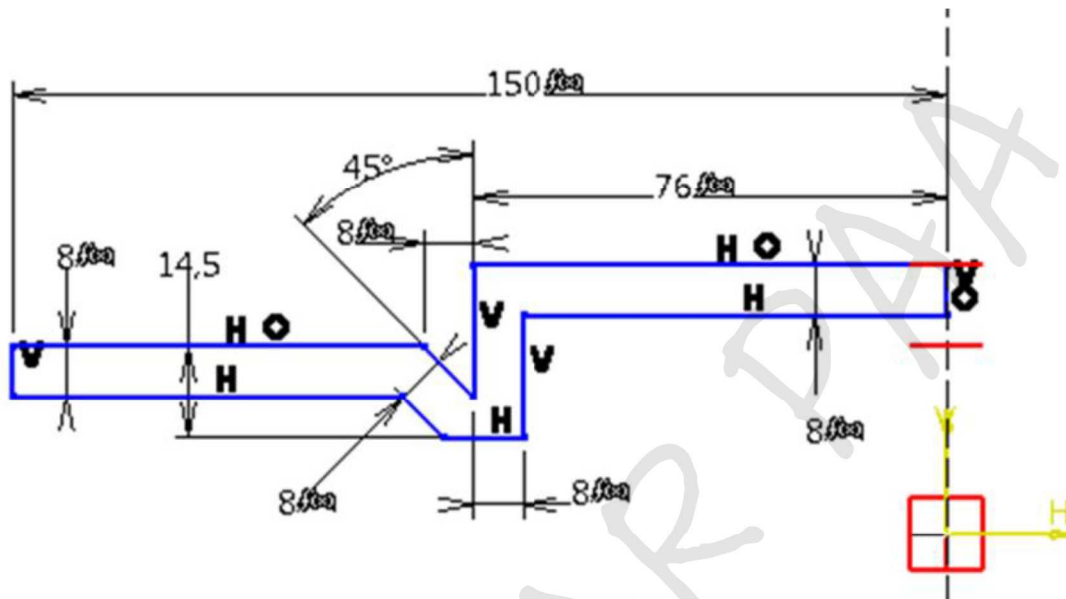

Figura 3.4
Se inserează un corp (*Body*) și se denumește PLACA SUPERIOARA DE BAZA. Se deschide o schiță în planul **zx** și se denumește SCHITA PLACII SUPERIOARE. Se realizează schița plăcii superioare ca în Figura 3.4.
- GROSIME MATERIAL (cotele de 8 mm din Figura 3.4);